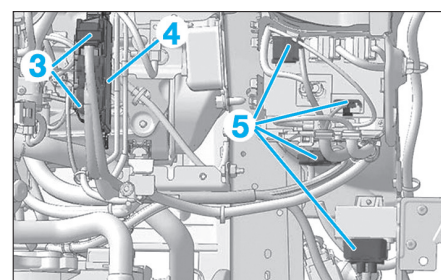

Fig. 60
- Débrancher les connecteurs (5) et (3) (Fig.60).